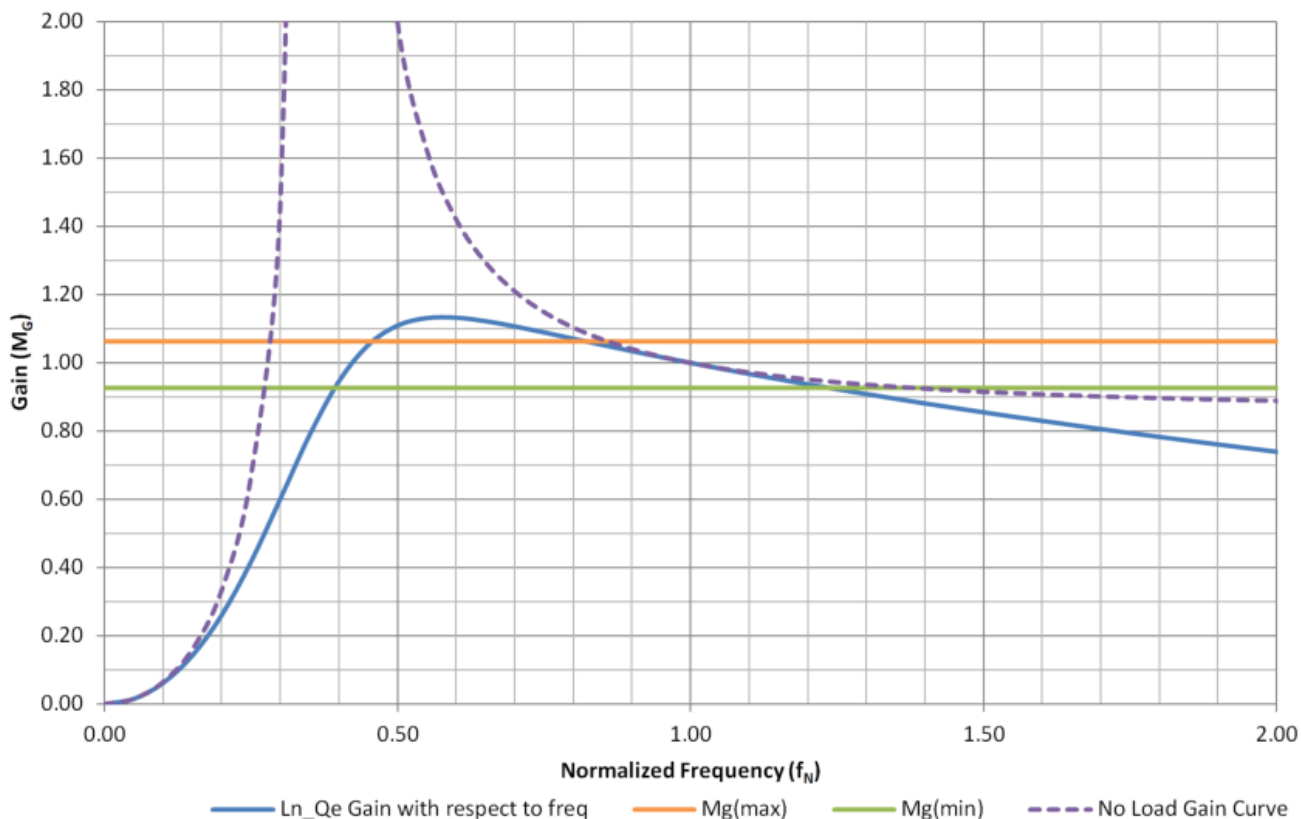

図 2. このゲイン曲線は本 LLC-SRC 設計に合わせて調整されています。
他の LLC-SRC と同様、ゲイン曲線の設定は反復的なプロセスです。特定の動作周波数、共振電流、共振電圧を達成すべく、設計のピーク電力レベルと連続電力レベルのバランスを取ることは 1 つの課題です。計算を進める過程で、磁化インダクタンス、共振インダクタンス、巻線比、共振静電容量を調整する必要があります。シリコン ベースの設計では、100kHz は共振周波数の一般的な目標値です。オーディオ アプリケーションの場合、連続電力の動作点として 100kHz を目標とするのは理にかなっています。図 2 に、上記の例のゲイン曲線を示します。動作周波数範囲は 83~139kHz です。
2. バーストモードを無効化: スタンバイ時には、コンバータは通常のスイッチング動作で出力をレギュレートする必要があります。その結果、軽負荷時の効率は低下します。しかし、複雑さを軽減することができ、さらに、可聴ノイズの懸念(2次側整流器の寄生素子がゲイン曲線に及ぼす影響など)もすべて取り除くことができます。図 2 に、より高い周波数でゲイン曲線が実際にどのように上がり始めるかを示します。最小ゲインに到達できない場合、電源はレギュレーションを失います。